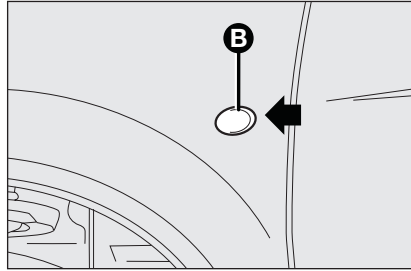

fig. 16
- ☐ prenez appui à l'endroit indiqué par la flèche, de façon à comprimer le clip de fixation et à extraire l'ensemble **B-fig. 16**;